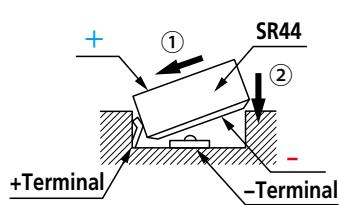

Fig. 2
3. Para un tipo digimatic, utilice una batería SR44 (**Código No. 938882**). (**Fig. 2**)